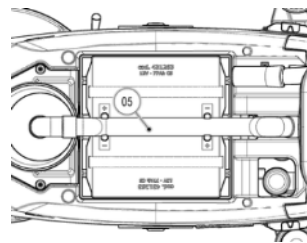

Abb. 3
12. Setzen Sie die Batterien in das entsprechende Fach ein, positionieren Sie dabei den Plus- und Minuspol entgegengesetzt zueinander und achten Sie darauf, den Schlauch (05) des Saugmotors nicht zu beschädigen. Aus Abbildung 3 ist die Position der Leisten für 12V-Batterien mit 77Ah ersichtlich.